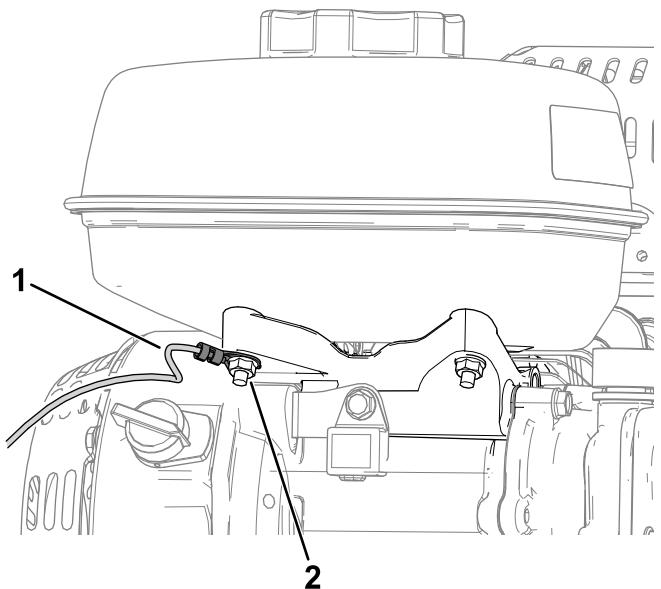

Figure 3
- Avec un écrou existant, connectez le fil de masse (cosse) au moteur sous le réservoir de carburant (Figure 3).